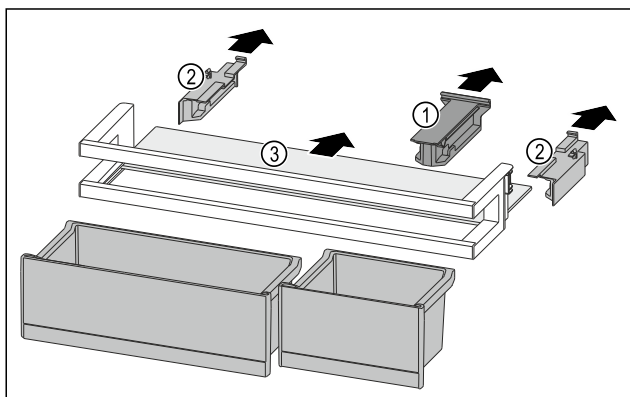

Fig. 92
- ▶ Držák Fig. 92 (1) stáhněte.
- ▶ Boční díly Fig. 92 (2) stáhněte.
- ▶ Odkládací plochu Fig. 92 (3) odeberte.